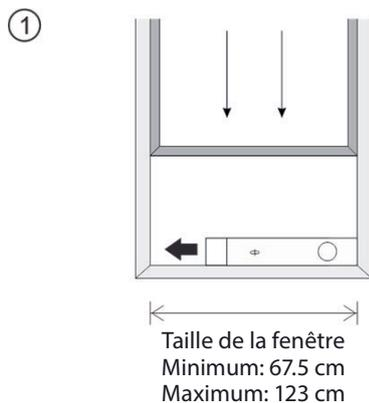

Fig.5
L'installation du kit de glissières de fenêtre est principalement "horizontale" et "vertical". Comme indiqué sur les Fig.5 et Fig.5a, vérifiez les dimensions min. et max. de la fenêtre avant le montage.
1. Installez le kit de fenêtre sur la fenêtre (Fig.5, Fig.5a) ;